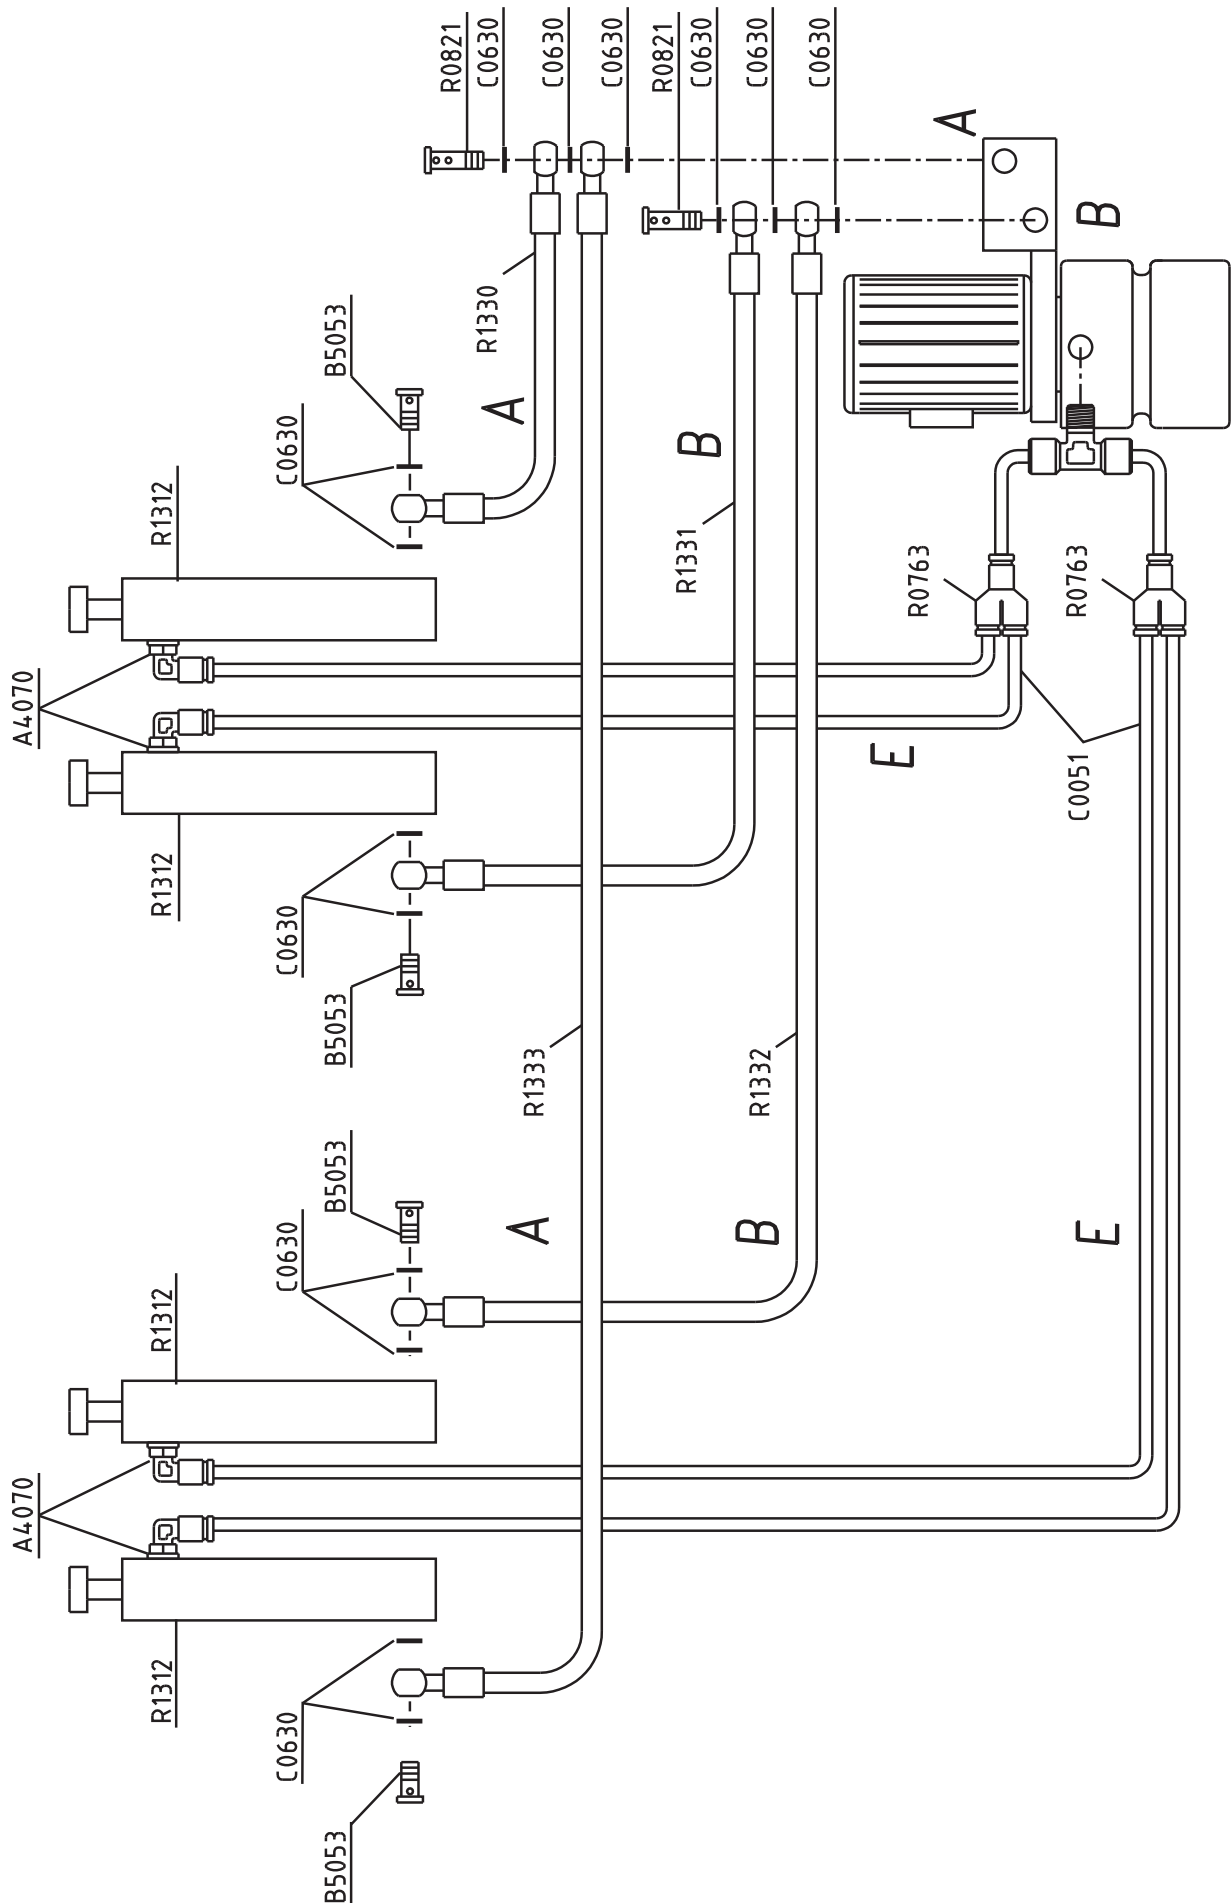

Fig. 7
- Anslut de hydrauliska slangarna A och B och Rilsan-dräneringsslangen E till kraftenheten på släden (s. 8, Fig. 7).